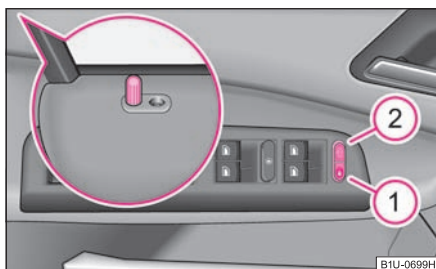

Fig. 33 Tecla del cierre centralizado
- con los pulsadores de cierre de seguridad en las puertas ⇒ página 39, fig. 33, sólo en vehículos que no están equipados con elevalunas eléctricos (sólo para el bloqueo)
- Pulsar la tecla ① ⇒ fig. 33. El símbolo  en la tecla se encenderá.
- Pulsar la tecla ② ⇒ fig. 33. En la tecla se apagará el símbolo .